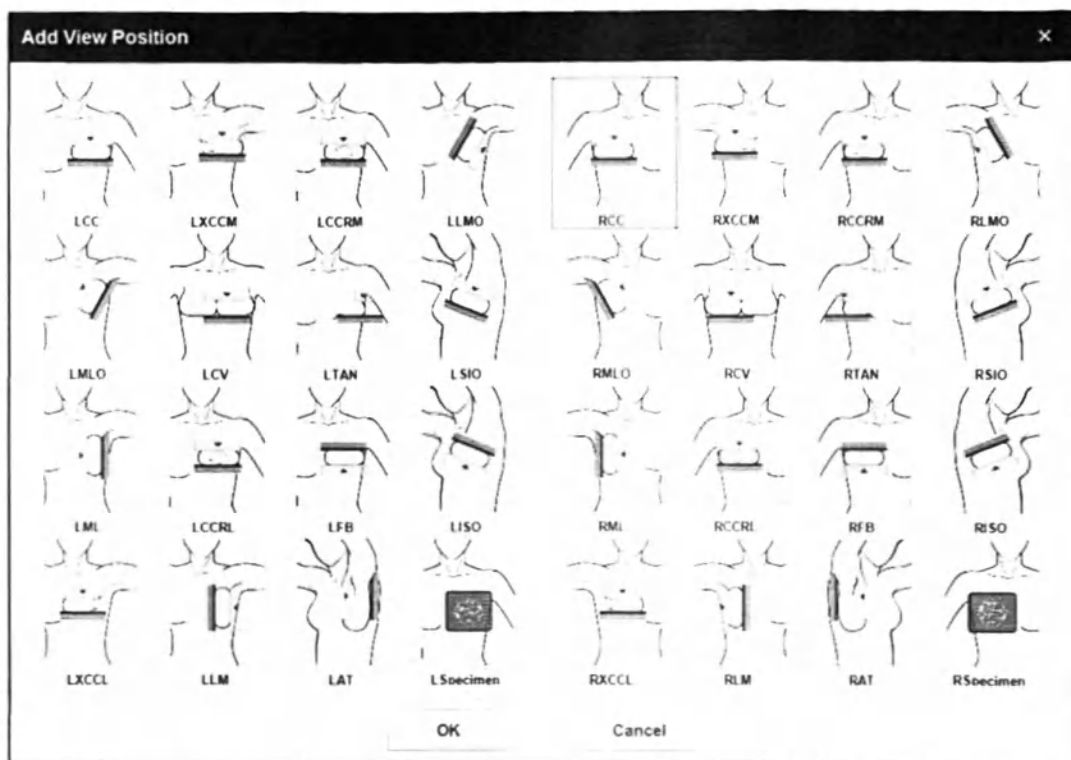

Рис. 3.24 Окно «Добавить положение обзора»
- Опция «Добавить положение обзора» (Add View Position) появляется при нажатии значка Добавить [Add], как показано ниже на рис. 3.24.
- После выбора списка, такое же окно как «Добавить положение обзора» ('Add View Position') появляется при нажатии значка [Edit] Редактировать, рис. 3.24.
(4) Список проекций